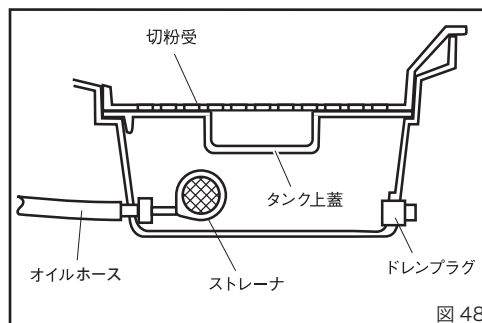

図 48
3. オイルタンクの清掃 (図 48)
細かい切粉がタンク内にたまりますので、月に 1 回程度タンク内をきれいに掃除してください。(図 48)